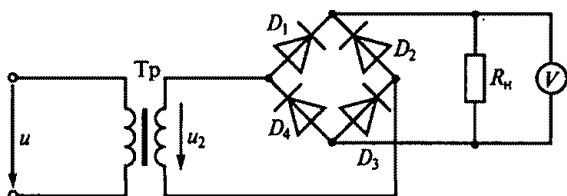

Рис. 195
8.2. Какое напряжение U_0 покажет вольтметр магнитоэлектрической системы на рис. 195, если $U_{2\text{max}} = 282$ В?